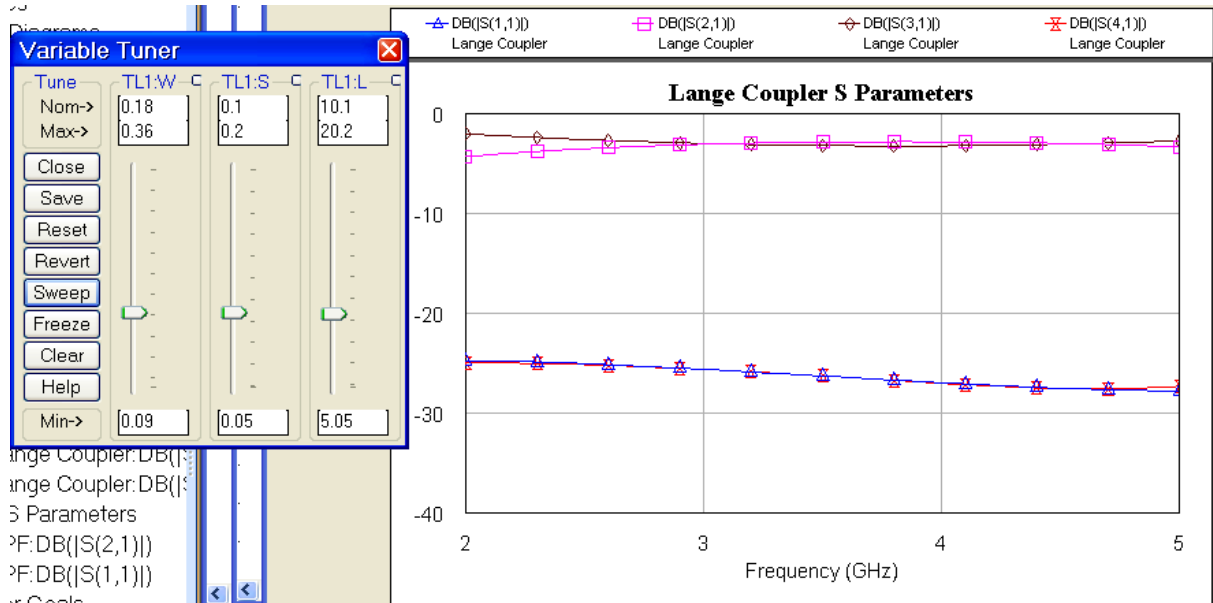

Рис. 4.35
- Щёлкните по значку **Tune** на панели инструментов и, двигая движки переменных на блоке настройки, добейтесь нужной характеристики (рис. 4.35). Щёлкните по кнопке **Sweep**, закройте блок настройки и, щёлкнув мышкой по значку **Tune Tool** на панели инструментов, отмените настройку для переменных **W**, **S** и **L** элемента **MLANGE**.